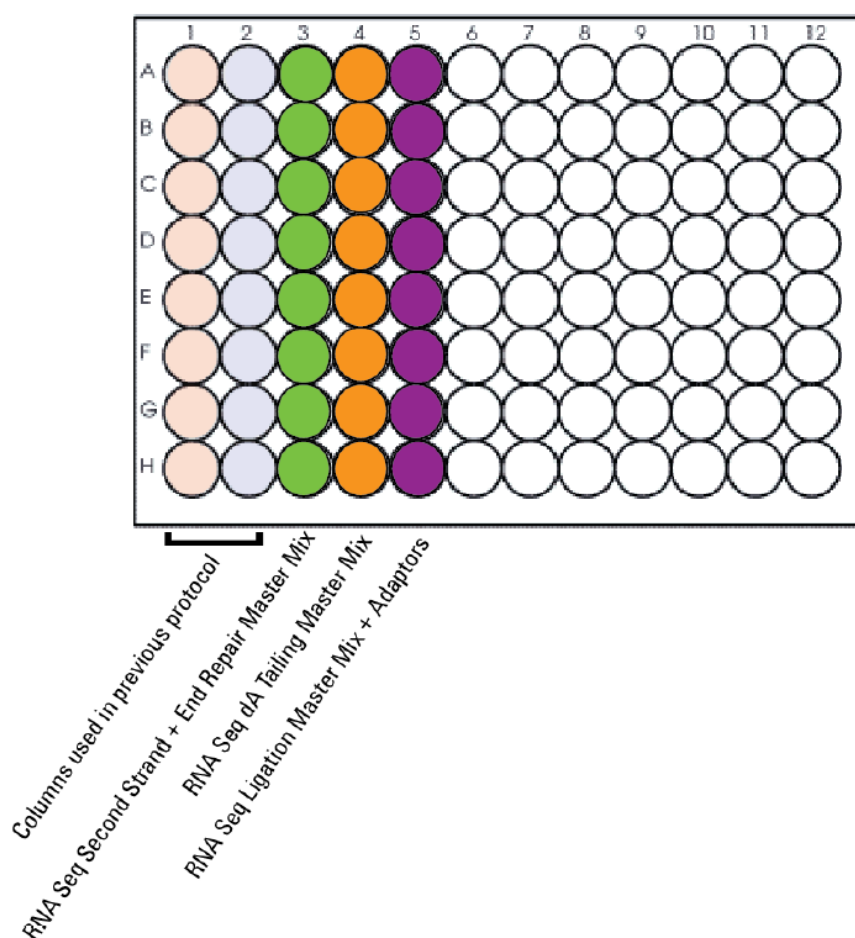

図 6 LibraryPrep_RNASeq_ILM_v1.4.JP.rst 用マスターミックスソースプレートの状態
11. 新しい Nunc DeepWell を用いて、Library Prep マスターミックスソースプレートを準備します。長時間同じプレートを使い続けることによって結露によりマスターミックスが希釈されてしまいますリスクを避けるために、このステップでは必ず新しい Nunc DeepWell を用いてください。表 24 に示された量の各マスターミックスを、表中に示されたカラムに分注します。1・2 は飛ばして、カラム 3 からカラム 5 までの分注になりますのでご注意ください。マスターミックスは分注操作の間、氷上に置いて下さい。図 6 にマスターミックスソースプレートの最終的な位置を示します。